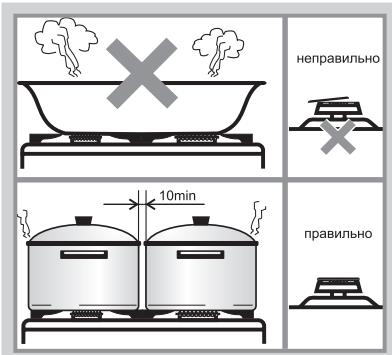

Рис.24
- Размеры посуды (см. табл. 8 и рис.24) и режим работы горелок нужно выбирать таким образом, чтобы пламя не выходило за края и не «лизало» боковые стенки.
- Запрещается устанавливать на решетки какие-либо дополнительные рассекатели пламени и пользоваться горелками со смещёнными крышечками (рис. 24). Это может привести к разрушению стеклянного стола или необратимому ухудшению внешнего вида стола из нержавеющей стали.